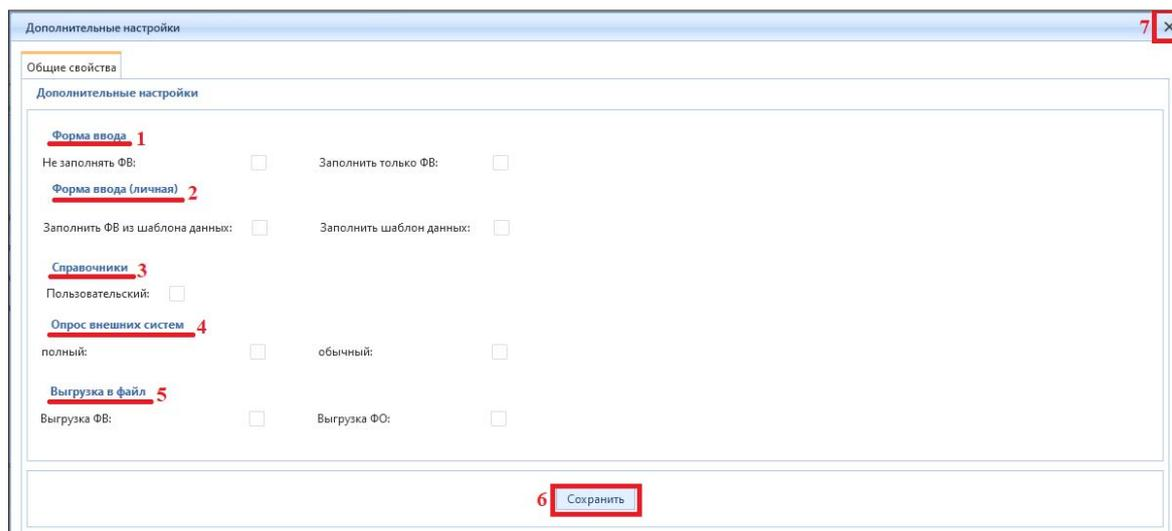

Рисунок 4.1.26 – Интерфейс окна «Дополнительные настройки» в подразделе «Диспетчер заданий»
9. В окне «Дополнительные настройки» (рис. 4.1.26) установите при необходимости дополнительные настройки для выбранного расчета:
- в дополнительной настройке по заполнению формы ввода (1) предусмотрены две опции: 1) «Не заполнять ФВ» - при установлении признака не происходит автоматическое заполнение формы ввода, расчет проводится на подготовленных данных; 2) «Заполнить только ФВ» - при установлении признака происходит автоматическая загрузка исходных данных в форму ввода по расписанию без выполнения авторасчета;
- в дополнительной настройке по заполнению формы ввода (2) предусмотрены две опции: 1) «Заполнить ФВ из шаблона данных» – при установлении признака форма ввода для авторасчета заполняется из подготовленного шаблона с исходными данными; 2) «Заполнить шаблон данных» – если установлен признак, то происходит заполнение шаблона с исходными данными из формы ввода авторасчета;
- дополнительная настройка (3) «Справочники» (рис. 4.1.26) предназначена для автоматического импорта данных в форму ввода из предусмотренных справочников: «Пользовательский» – при установлении признака происходит импорт данных из пользовательских справочников;
- дополнительная настройка (4) «Опрос внешних систем» (рис. 4.1.26) предназначена для опроса данных из внешних систем, хранящихся в БД: 1) «полный» – при установлении признака перед заполнением ФВ происходит
- дополнительная настройка (5) «Выгрузка в файл» (рис. 4.1.26) предназначена для автоматической выгрузки формы ввода и формы отчета в виде файла Excel в указанную директорию: 1) «Выгрузка ФВ» – при установлении признака происходит выгрузка формы ввода в Excel файл; 2) «Выгрузка ФО» – при установлении признака происходит выгрузка отчетной формы в Excel файл, если расчет завершен успешно.
10. После ввода дополнительных опций нажмите на кнопку (6) «Сохранить» (рис. 4.1.26) для сохранения внесенных изменений. Далее нажмите на кнопку (7) «Закреть» (рис. 4.1.26) для возврата к интерфейсу функционала «Диспетчер заданий».